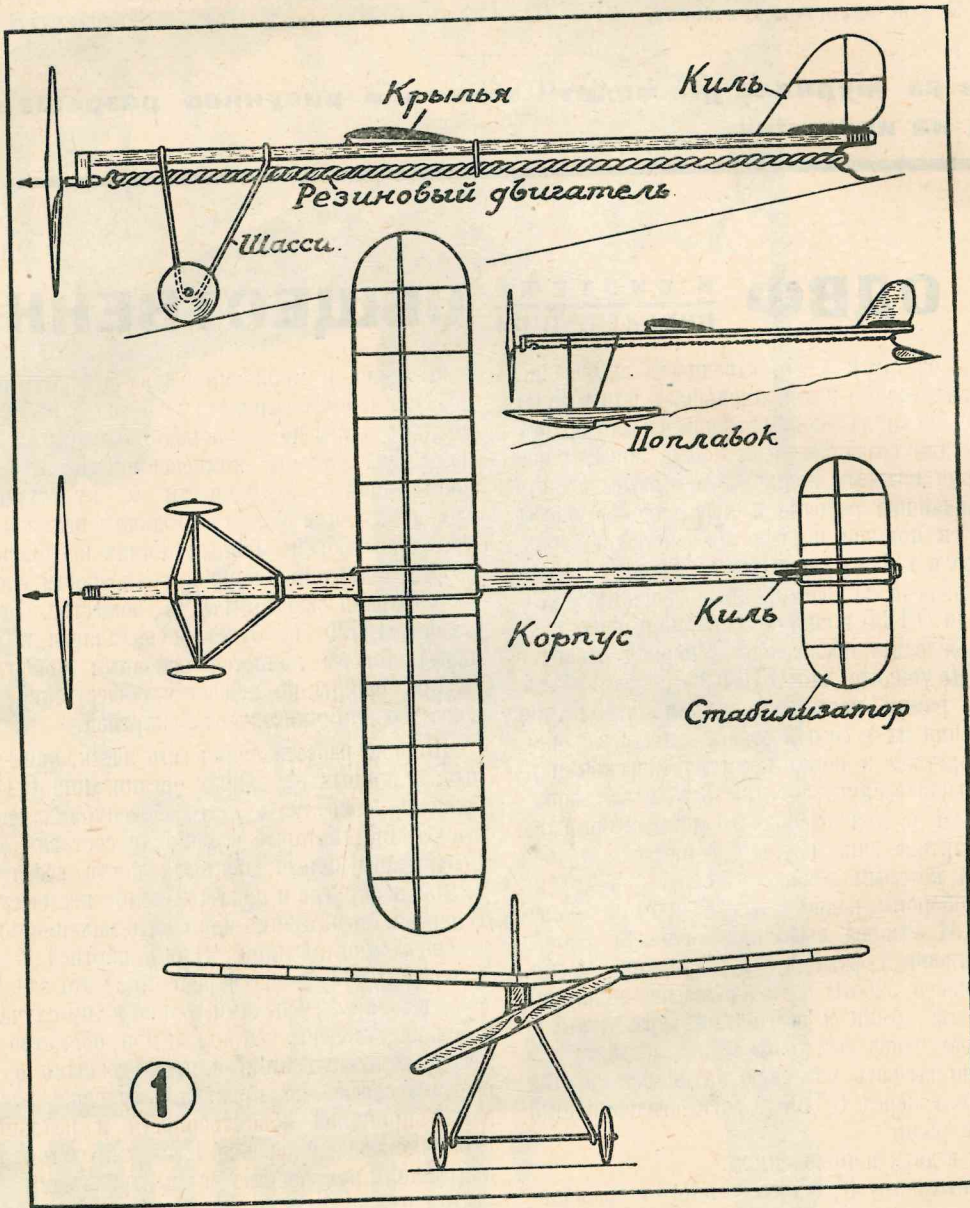
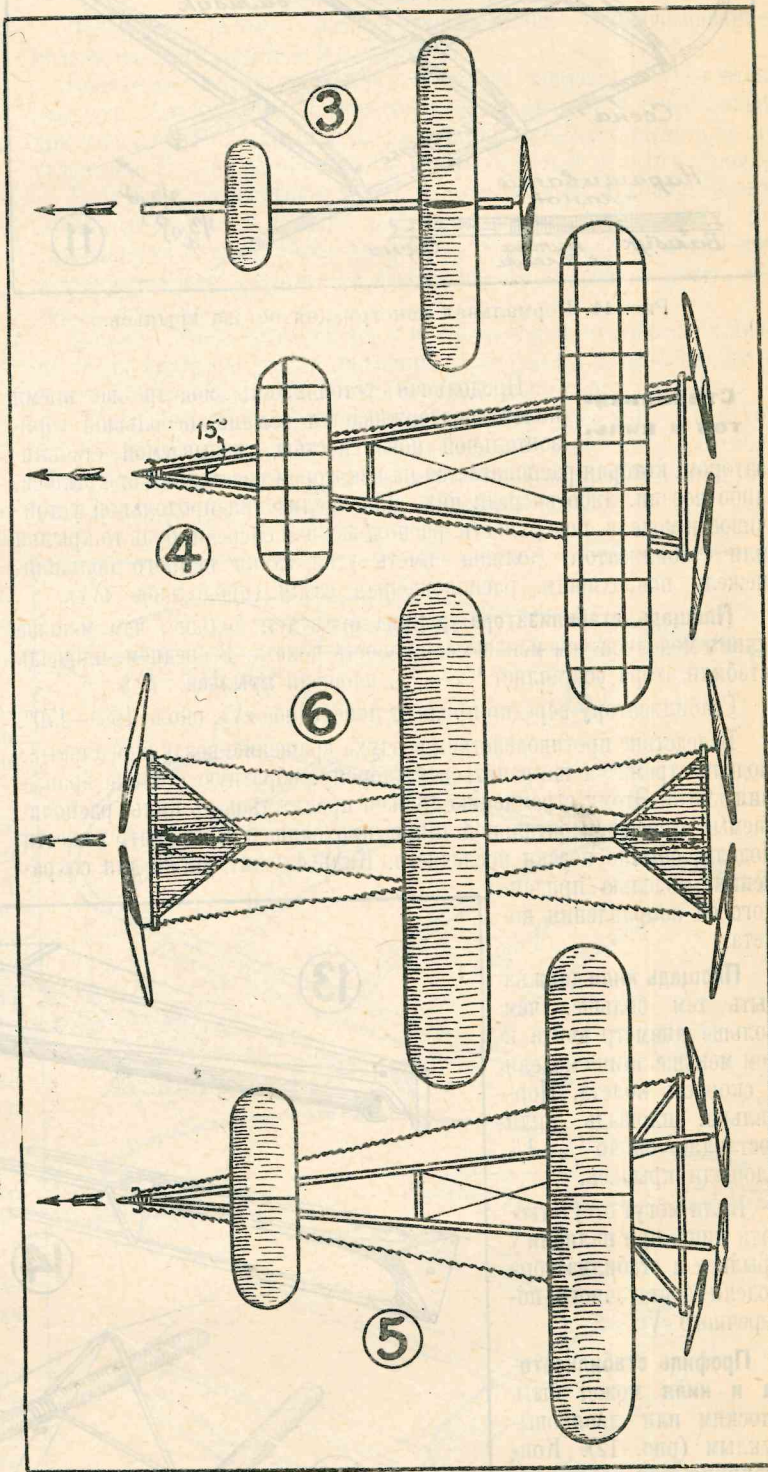

Рис. 1. Схема модели самолета с тянущим пропеллером.
Рис. 3, 4 и 5. Модели — утки с одним, двумя и четырьмя пропеллерами. Рис. 6. Модель с двумя тянущими и двумя толкающими пропеллерами.
**Различные типы моделей.** Существует две основных группы летающих моделей самолетов. К первой относятся модели, имеющие впереди главную поддерживающую поверхность, а позади — малую (стабилизатор) — рис. 1 и 2. Ко второй же относятся модели, имеющие впереди поддерживающую поверхность и позади — большую («утки») — рис. 3, 4, 5.
На рис. 3 показана «утка» с одним толкающим пропеллером. Воздушный винт, расположенный позади крыльев, обуславливает лучшую